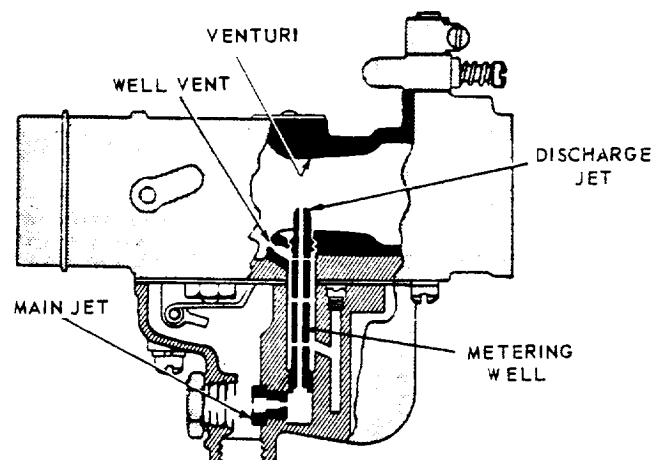

Fig. B-101. HIGH SPEED SYSTEM
**HIGH SPEED SYSTEM (Fig. B-101)**